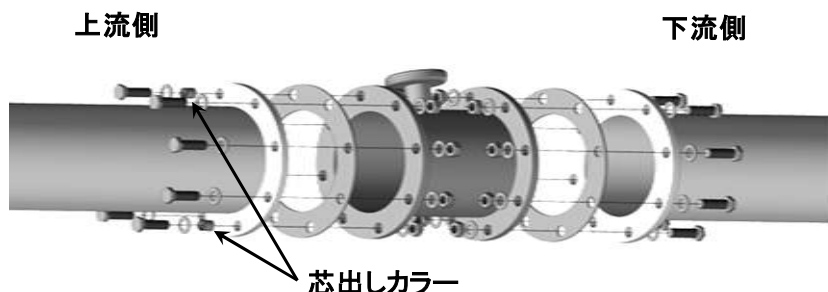

図 3-3 芯出しカラーの取り付け例
- 4) 本流量計は、流量計の中心軸と配管の中心軸が合うように取り付けてください。流量計と配管との中心軸のズレを小さくするため、付属の芯出しカラーを使用してください。図 3-3 芯出しカラーの取り付け例に示すように、上流側の設置において付属の芯出しカラーを対角位置でパッキンおよびフランジの穴に挿入して下さい。